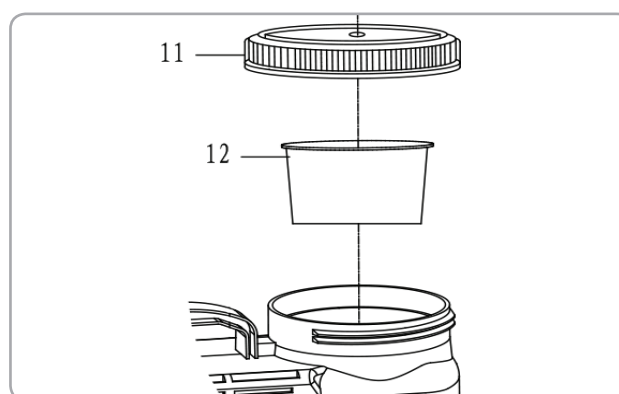

Fig.13
- Deșurubați capacul rezervorului (11).
- Verificați ca filtrul (12) să nu aibă impurități. Nu scoateți filtrul atunci când alimentați pompa.
- Fixați capacul rezervorului (11) și înșurubați-l ușor cu mâna (nu folosiți clești). Fig 13